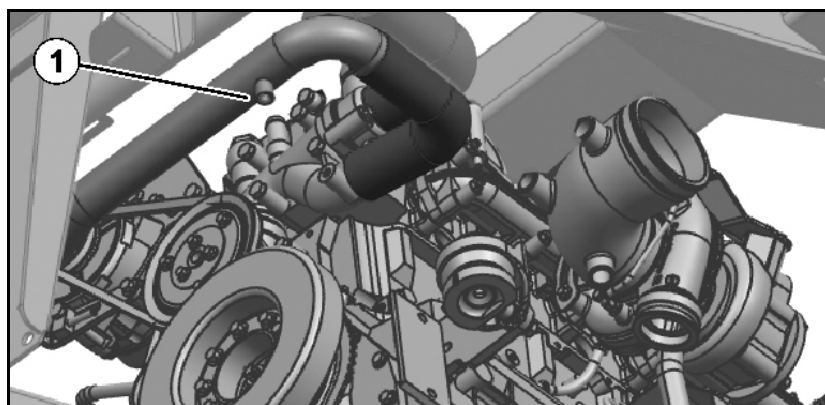

Bild 148
1. Ställ en uppsamlingsbehållare und låsskruven (Bild 148/1).